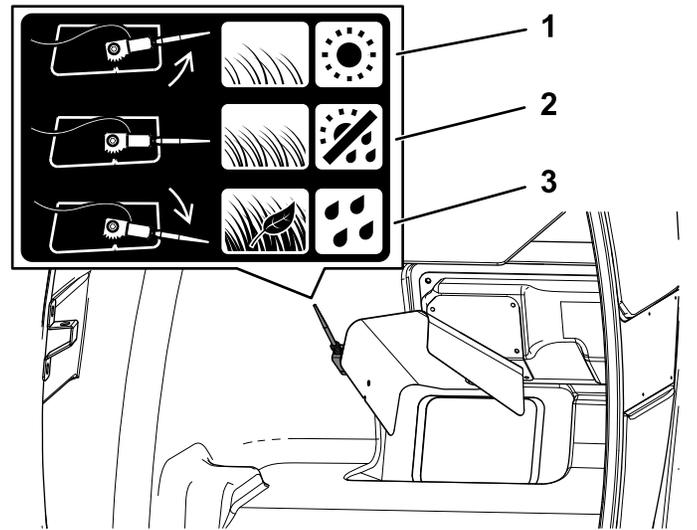

**Bild 27**
6. Entriegeln Sie den Auswurfkanal (Bild 27).
7. Nehmen Sie den Auswurfkanal mit dem Griff am Auswurfkanal ab und entfernen Sie Verstopfungen vom Auswurfkanal und der Mähwerköffnung (Bild 27).
8. Montieren Sie den Auswurfkanal und verriegeln ihn mit den Riegeln (Bild 27).